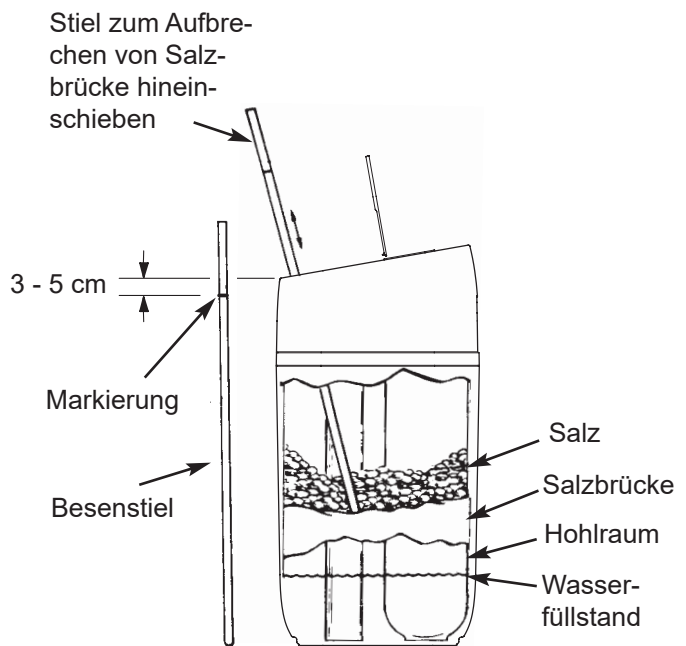

Abb. 4
1. Halten Sie einen Besenstiel oder einen ähnlichen Gegenstand wie in Abb. 4 auf Seite 22 gezeigt neben den Wasserenthärter.